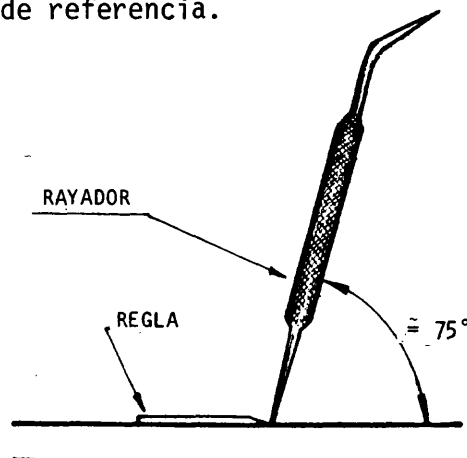

Fig. 3
- b Trace, apoyando el rayador contra el canto de la regla, con inclinaciones aproximadas de 75° (fig. 3), marcando con la punta entre los puntos de referencia.